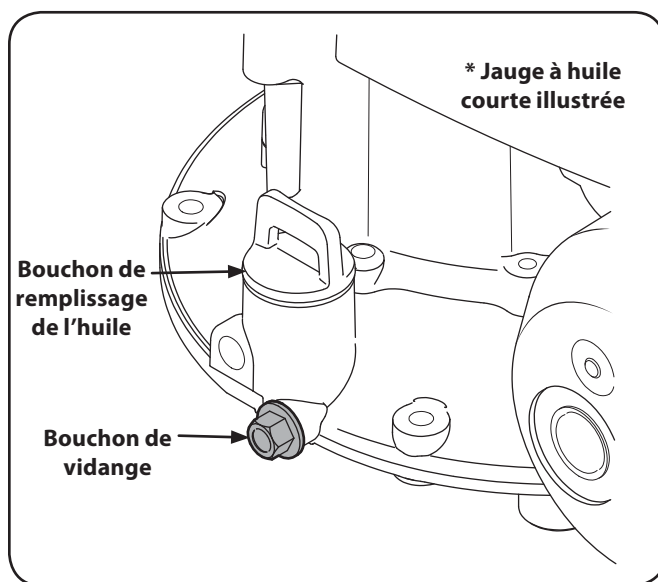

Figure 6-1
1. Laissez le moteur tourner jusqu'à ce qu'il tombe en panne d'essence. N'essayez pas de verser l'essence du moteur. Voir la Figure 6-1.
2. Retirez le bouchon de l'orifice de vidange. Laissez l'huile couler dans un récipient approprié. Voir la Figure 6-1.